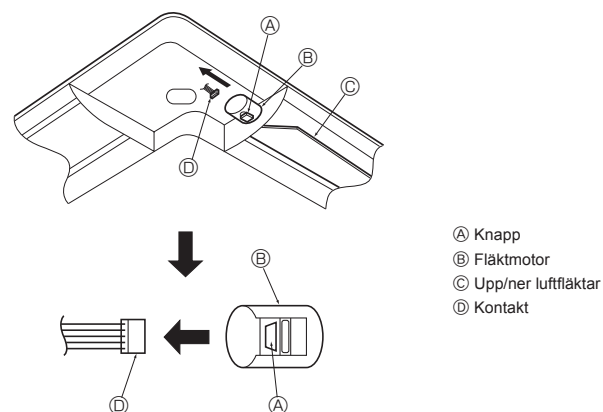

Fig. 8-9
8.4. Låsning av luftflödet upp/ner (Fig. 8-9)